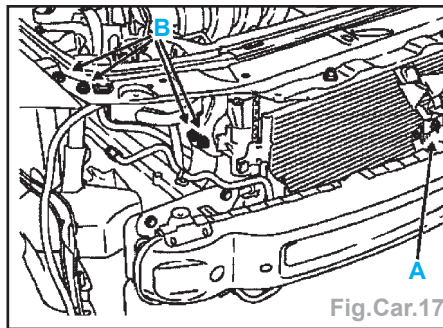

Fig.Car.17
- la vis centrale (A) (Fig.Car.17),